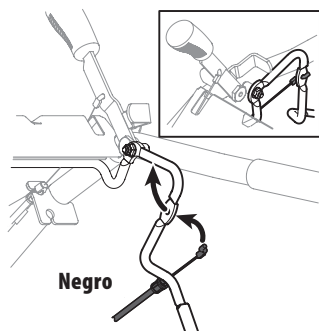

Figura 7
2. El cable de control del embrague de avance (negro) cuelga libremente cerca de la rueda del lado derecho. Con cuidado de no torcer ni estirar el cable, pase el cable por encima de la manija inferior y debajo del panel de la manija, luego inserte el conector en Z en el orificio en el extremo del varillaje de control del embrague de avance que va desde afuera hacia adentro. Consulte la Figura 7.